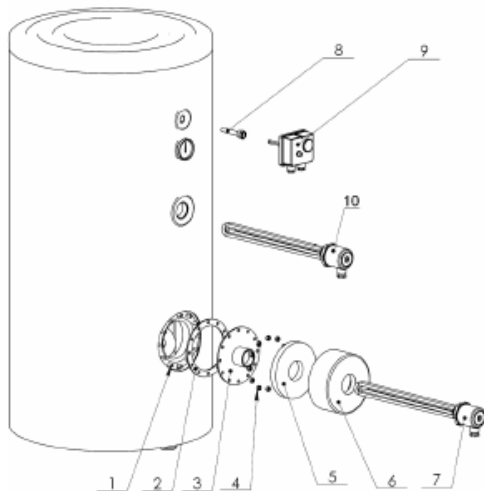

Abb.13
1.2. Montage – Abb.13
- Der kombinierte Temperaturregler wird an der mit TR gekennzeichneten Warmwasserbereiter-Buchse montiert. Siehe Abb. 13 (8-Ärmel, 9-fach kombinierte Temperaturregelung)